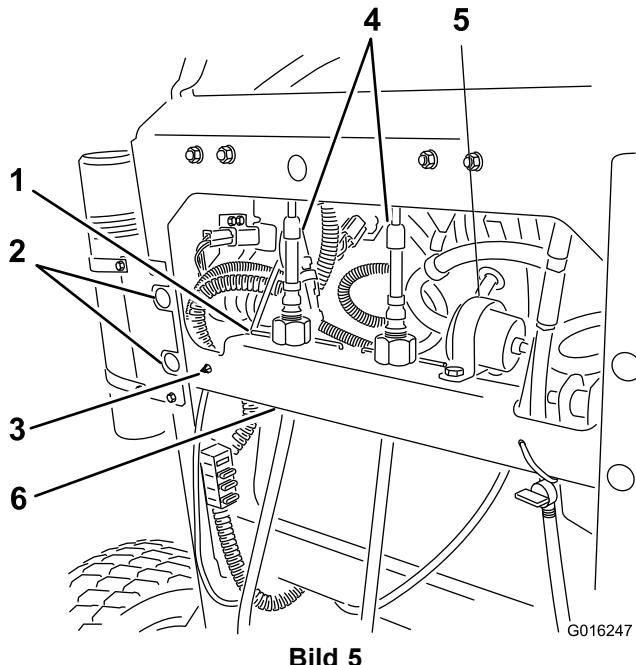

Bild 5
1. Entfernen Sie die Drahtfeder, mit der die Einstellmuttern für die Spur befestigt sind (Bild 5).
3. Schieben Sie die Kabel aus dem Querriegel (Bild 5 und Bild 12).
6. Lösen Sie die große R-Klemme und nehmen den Filter aus der R-Klemme (Bild 5).
7. Drücken Sie den Kabelführungsclip an der linken Seite des Querriegels und drücken ihn durch den Querriegel (Bild 5).
8. Entfernen Sie die vier Schrauben, um den Querriegel von der Maschine abzunehmen. Werfen Sie diese Befestigungen und den Querriegel nicht weg (Bild 5).